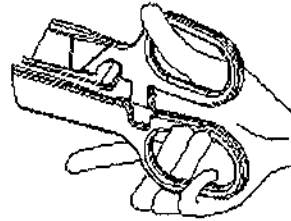

Figura. 9
5. Cuando se libera el dispositivo, agarre las asas y anillo de empuje en dirección horizontal para abrir la parte superior e inferior de los dientes de bloqueo (ver Pic8). Mueva el instrumento de la sutura de los tejidos, y tire del hilo de sutura para cerrar la abertura del tejido. Finalmente, el bolso está formado (Ver la figura 9).